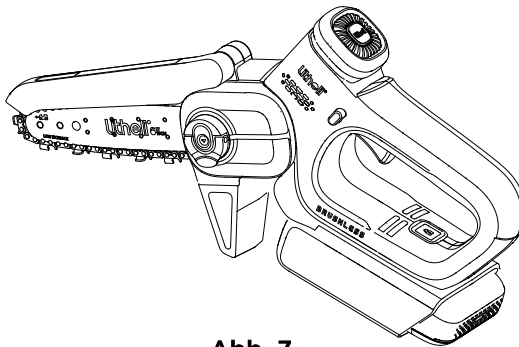

Abb. 7
5. Bringen Sie sie an und ziehen Sie die Kettenabdeckung fest, indem Sie den Feststellknopf der Kettenabdeckung im Uhrzeigersinn drehen, bis sie fest sitzt. Drücken Sie den Zugring nach unten, damit er einrastet. (Abb. 7)